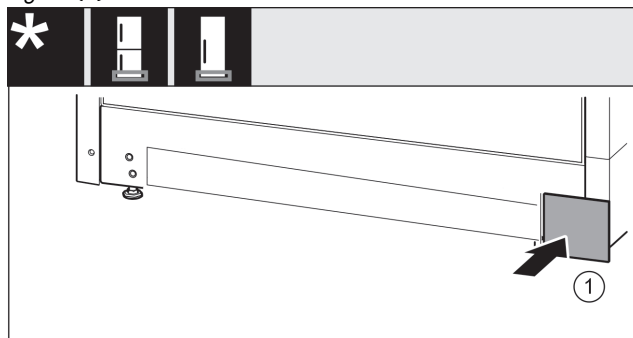

Fig. 18
- ▶ Așezați apărătoarea din nou pe cealaltă parte. Fig. 18 (1)